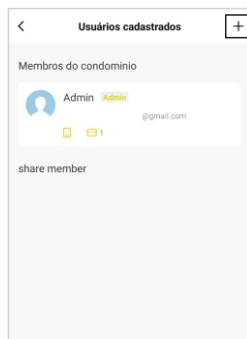

Figura 14
3. Na próxima tela, você verá um símbolo de "+" no canto superior direito (figura 14). Clique nele para adicionar um novo usuário.